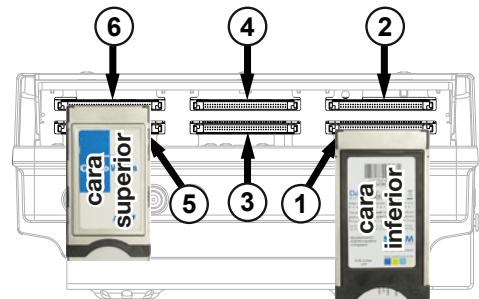

Fig. 5: Insertar los módulos CA en las ranuras de CI
Peligro de daño de las ranuras de CI. Inserte los módulos CA (CAM) en las ranuras ②/④/⑥ con la **cara superior** hacia arriba, en las ranuras ①/③/⑤ con la **cara inferior** hacia arriba (Fig. 5). Tenga en cuenta igualmente las informaciones adjuntas al CAM.
2. Inserte los módulos CA según el ejemplo en Fig. 5.